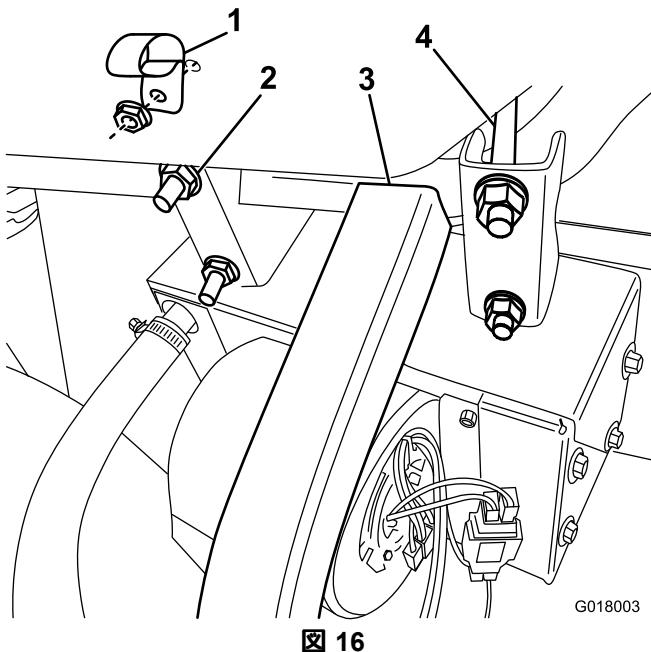

図 16
3. ヒーターとプラケットのアセンブリを、前フレームチューブに取りつける四角ボルトとフランジナットキットの付属品を使用し、Uフレームに軽く押し当てる程度に固定する図 16。
4. グローブボックスにR-クランプを取り付けるフランジヘッドねじとナットを使用する図 16。